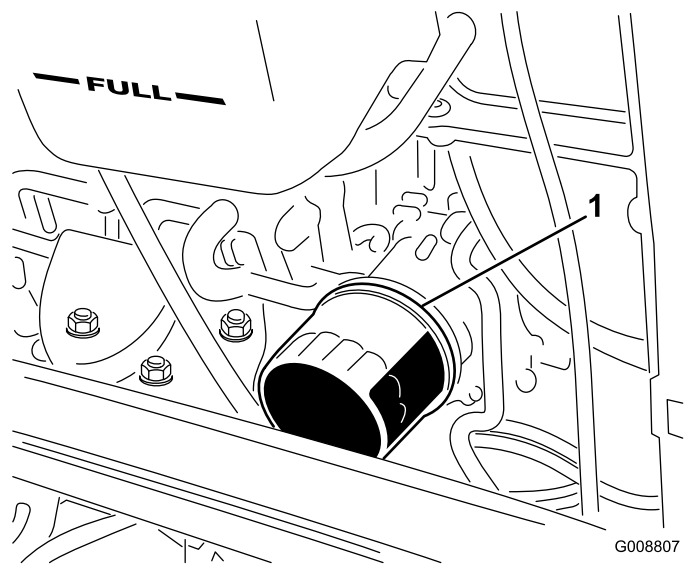

Figura 58
4. Retire o filtro do óleo (Figura 58).